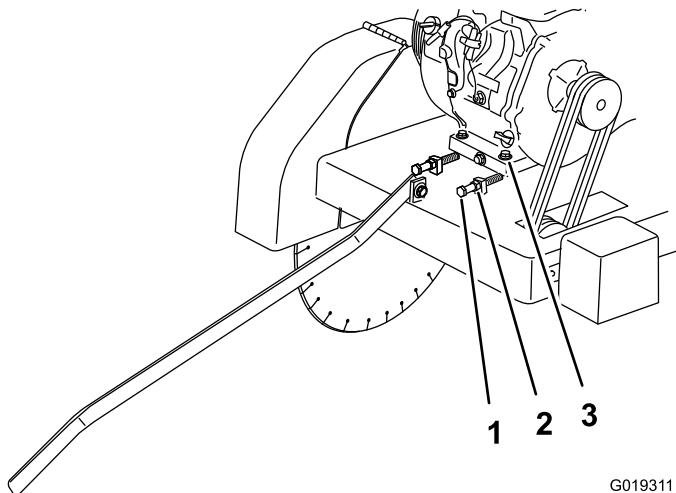
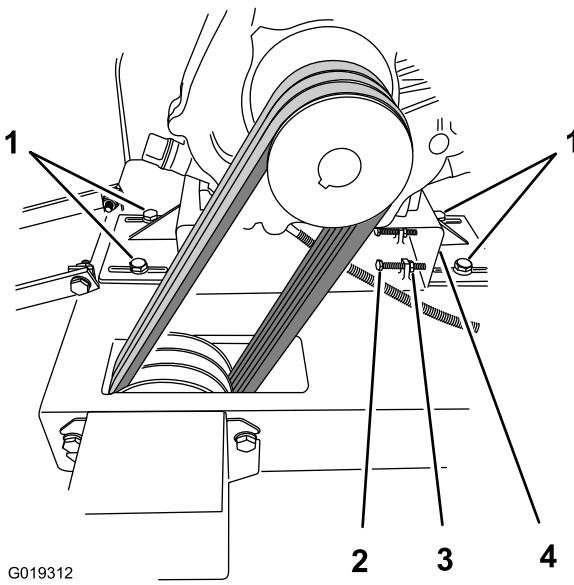

Figure 52
Figure 53
- B. Desserrez les boulons, rondelles et écrous qui fixent le moteur à la base de la machine (Figure 52).
- **Modèle 68046** – Desserrez les boulons et rondelles qui fixent le plancher moteur à la base de la machine (Figure 53).
3. Desserrez les écrous de blocage qui fixent les boulons de réglage de tension (Figure 52 et Figure 53).
- Modèle 68045** – Serrez les boulons et écrous qui fixent le moteur à la base de la machine à 48 Nm (35 pi-lb) (Figure 52).
- Modèle 68046** – Serrez les boulons qui fixent le plancher moteur à la base de la machine à 48 Nm (35 pi-lb) (Figure 53).
5. Desserrez le boulon de réglage de tension et l'écrou de blocage des courroies, faites coulisser le moteur vers l'avant pour détendre les courroies ; voir Figure 52 et Figure 53.